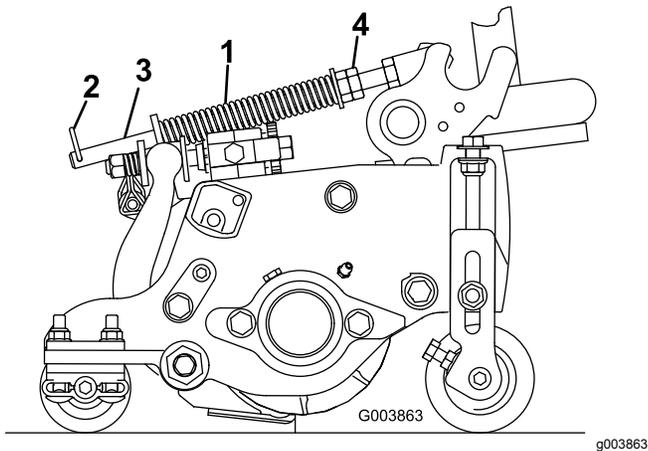

図 17
ターフ補正スプリング 図 17 は、カッティングユニットの前から後ろへの「体重移動」を行う働きがあります。これにより、マーセリングやボビングと呼ばれる「波打ったような」仕上がりを防いでいます。
1. スプリングロッドの後穴にヘアピンコッターを忘れずに取り付けてください 図 17。
2. スプリングロッド前部の六角ナットを締めて、スプリング圧縮状態の長さが以下の通りになるようにする5" カッティングユニットでは 12.7 cm 7" カッティングユニットでは 15.9 cm 図 17。